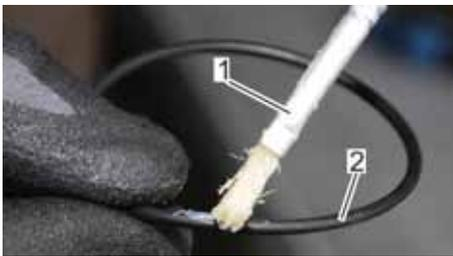

Abb. 92: O-Ring einfetten
7. ➔ Den neuen O-Ring (Abb. 92/2) mit einem Pinsel (Abb. 92/1) und Silikonfett gleichmäßig einfetten.